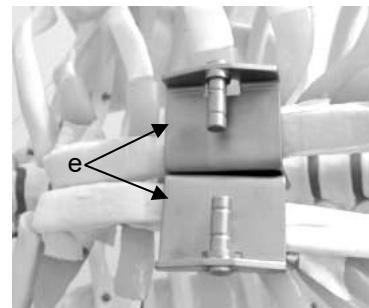

Fig. 11a
- 7 En función de la finalidad quirúrgica y del local de montaje disponible, las hojas se pueden conectar al bastidor para separadores antes o también después de la inserción en la ranura de aserrado. Se suele utilizar esta última opción, sobre todo para esternotomías con corte en Z. Procedimiento recomendado: Introduzca las dos hojas (e) MRY-2, que presentan un "labio inferior" extremadamente pequeño, una tras otra en el hueco de aserrado (ver Fig. 11a).